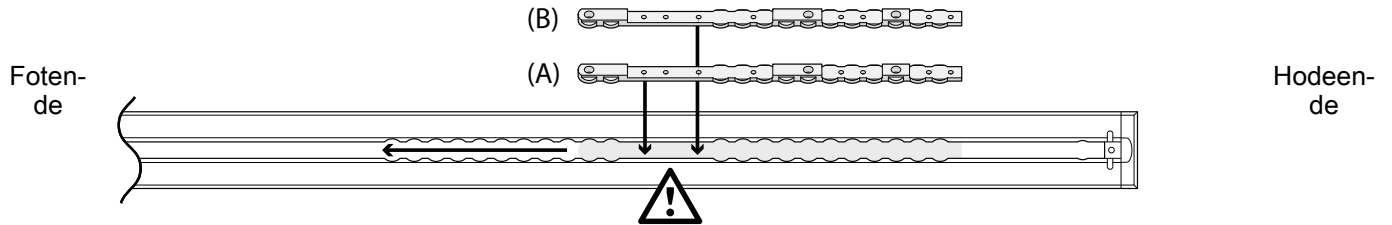

Figur 4 – Avstand fra dørterskel til bære (A)
1. Velg avstand mellom dørterskel og bære (A) (Figur 4).